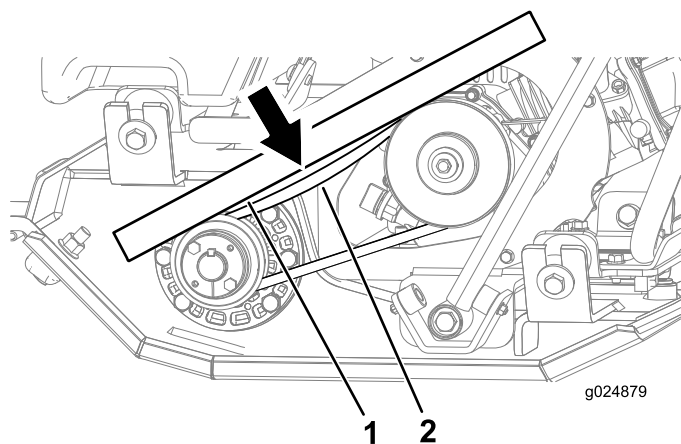

Figure 26
1. Placez une règle sur la courroie et en travers des poulies (Figure 26).
2. Avec un dynamomètre, exercez une pression sur la courroie à mi-chemin entre les poulies (Figure 26).
Remarque: La courroie doit fléchir de 7,6 mm (0,3 po) par rapport à la règle quand une force de 1,4 à 2,3 kg (3 à 5 lb) est exercée sur la courroie (Figure 26).